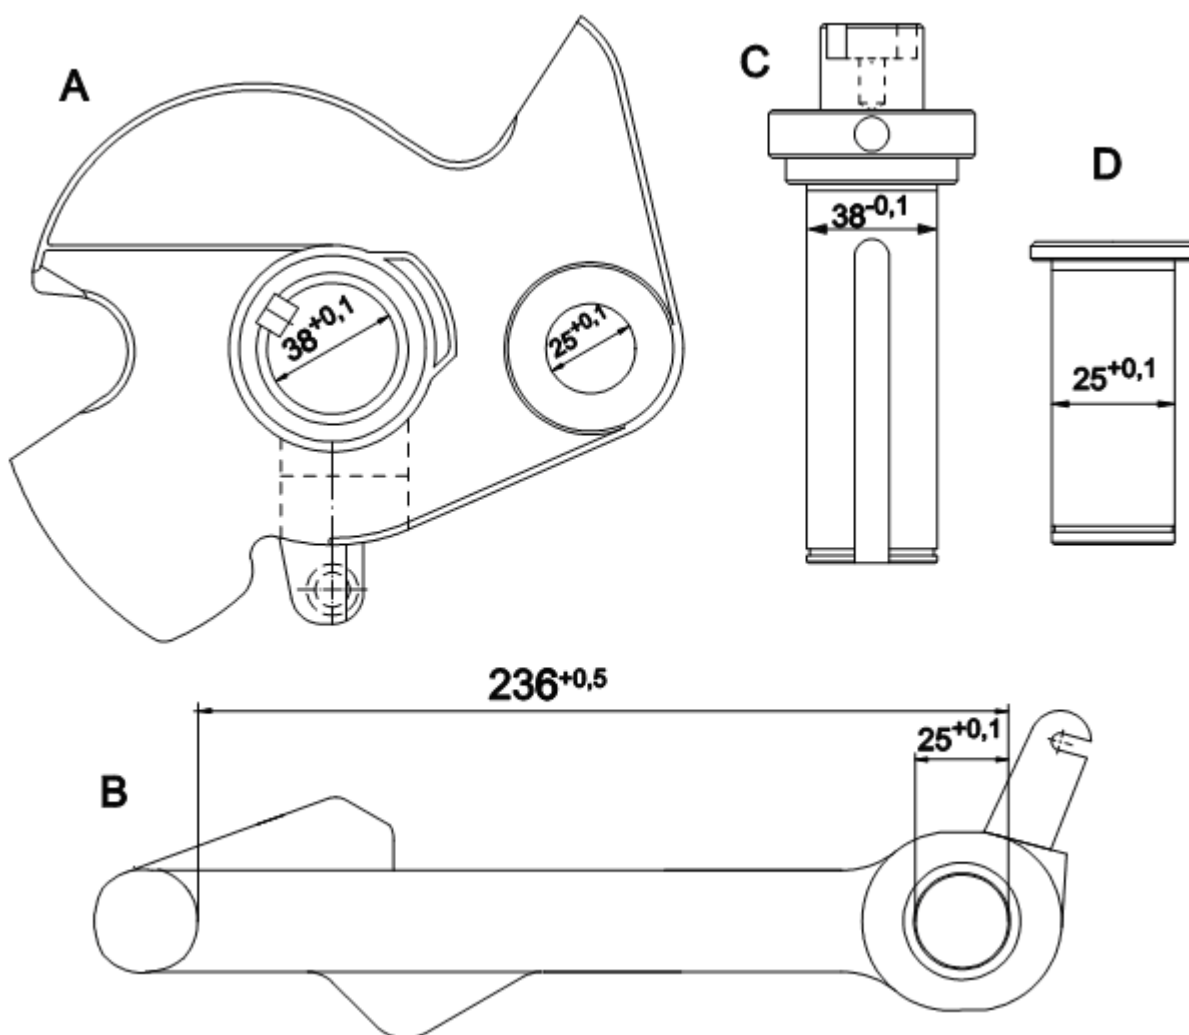

Figura D-5. Límites de desgaste
- Una vez revisados el disco ganchado (4) y el ojete de enganche (1), se comprobará el montaje de los mismos con el útil. Para ello, se monta el conjunto a probar en el dispositivo patrón que está en el lado fijo de dicho utillaje.
- Verificar el desgaste del disco ganchado (A, Figura D-5), ojete (B), perno principal (C) y perno del ojete (D).